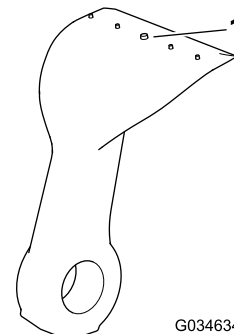

Figura 65
5. Controllate ogni lama per escludere usura eccessiva utilizzando la linea di usura (Figura 65). Quando una lama è usurata fino alla linea di usura, sostituirla.